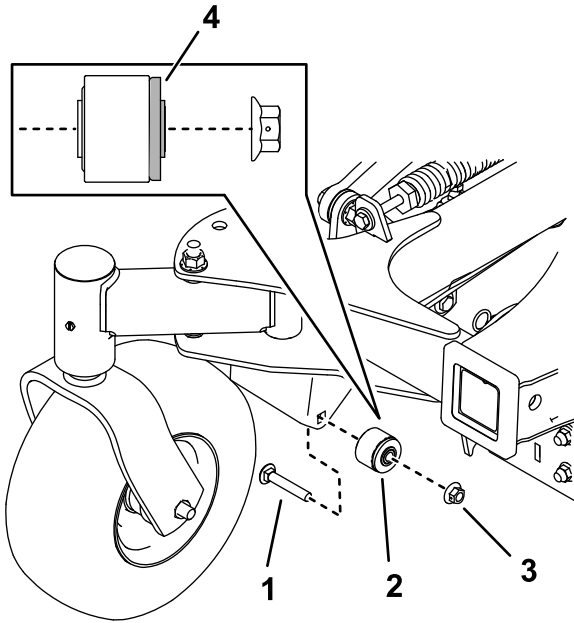

Figure 8
- Vis autotaraudeuse (2)
- Avec un boulon de carrosserie ($\frac{3}{8}$ x $2\frac{1}{4}$ po) et un écrou ($\frac{3}{8}$ po), installez les bagues sur la machine (Figure 8). Serrez le boulon à un couple de 37 à 45 N·m (27 à 33 pi-lb).
Remarque: La bride en caoutchouc de la bague doit être tournée vers l'intérieur de la machine, comme montré à la Figure 8.